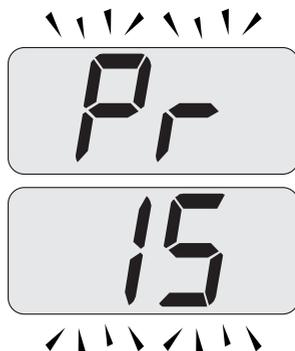

Figura 5.46
- Scorrere i vari parametri utilizzando i tasti 17 o 18 fino a far apparire sul display LCD le lettere **Pr** che si alternano con il codice **15**, indicanti l'entrata nel "parametro 15" (Figura 5.46).
- Premendo contemporaneamente i tasti 16 e 17 (Figura 5.44) si esce senza modificare il valore (ritorno alla lista parametri Figura 5.46)